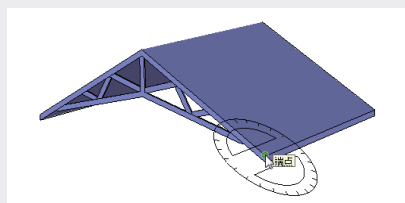

图3-85
- 01 选中“量角器”工具，在目标位置单击确定顶点位置，如图3-85所示。